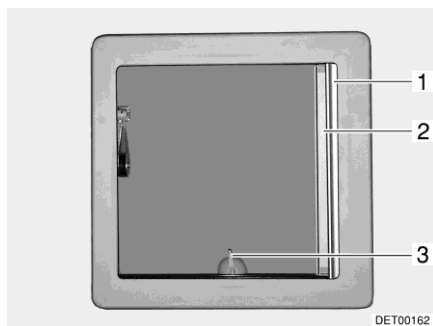
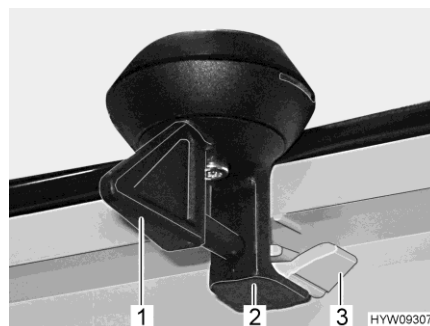

Fig. 44 Lanterneau basculant
Fig. 45 Verrouillage (lanterneau basculant)
- Tourner le levier (Fig. 44,3 ou Fig. 45,1) d'un quart de tour.
- Tourner le levier d'un quart de tour. Le dispositif de verrouillage (Fig. 45,2) doit pénétrer dans le cran d'arrêt inférieur (Fig. 45,3).
- Retirer le dispositif occultant plissé (Fig. 44,1) et le relâcher lorsqu'il a atteint la position voulue. Le dispositif occultant plissé reste alors à cette position.
- Tirer la moustiquaire (Fig. 44,2) jusqu'à ce que le dispositif de verrouillage s'enclenche dans la partie opposée.